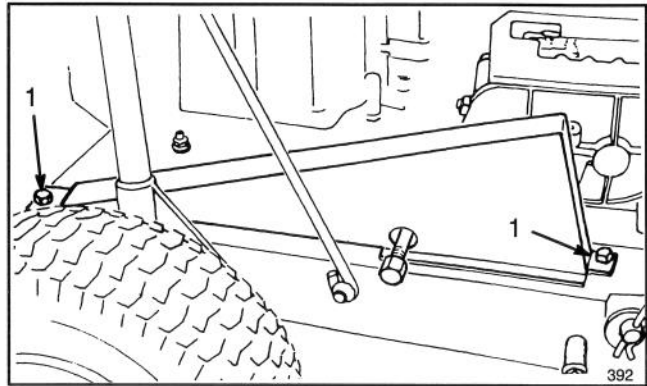

Abbildung 22
1. Zwei Schrauben entfernen, mit denen die Kettenabdeckung am Mähergestell befestigt ist, und die Kettenabdeckung herunterheben (Abb. 22).